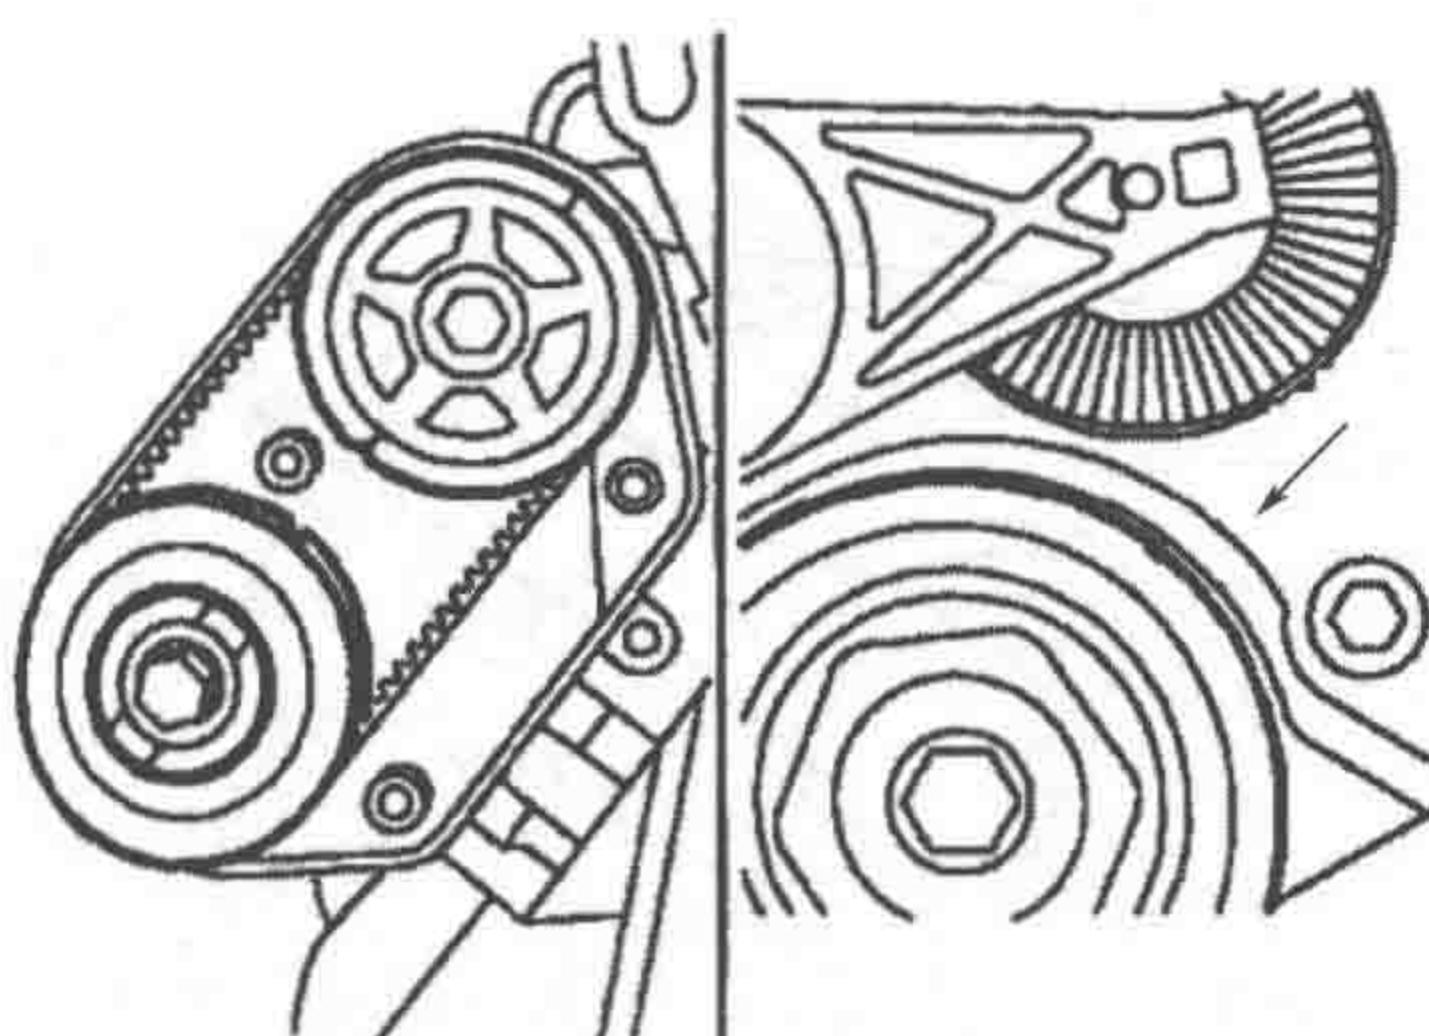

图 1-2-1 对齐正时标记
- ① 断开蓄电池负极电缆。
- ② 拆卸发动机机油冷却器。
- ③ 拆卸发动机附件传动皮带。
- ④ 拆卸右前车轮。
- ⑤ 拆卸左后凸轮轴正时皮带盖。
- ⑥ 排放发动机机油。
⑦ 顺时针转动曲轴，使曲轴皮带轮上的凹槽与前安装面板上的标记对准，见图 1-2-1 中箭头所示，后凸轮轴齿轮上的正时标记也要对齐。